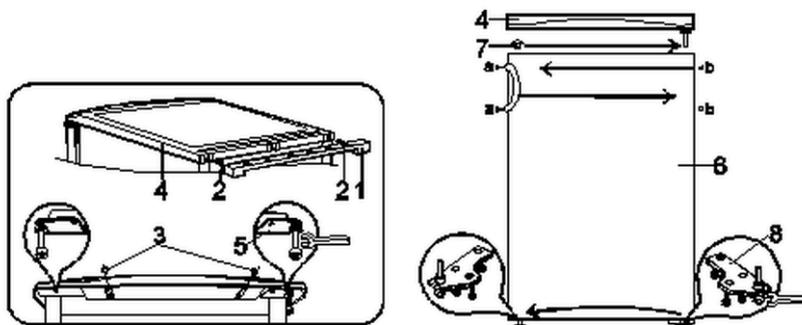

Рис. 5
1. Снять кронштейн (1, рис. 5) и выкрутить винты (2).
2. Выкрутить оба винта (3), удерживающие верхнюю пластину прибора.
3. Снять верхнюю пластину (4).
4. Снять кронштейн (5) вместе с опорным штифтом с установленными шайбами.
5. Выкрутить из кронштейна (5) опорный штифт с шайбами и снова вкрутить его в другое отверстие кронштейна (5).
6. Снять дверь (6) прибора.
7. Снять с двери закрывающую пробку (7) и протолкнуть ее в отверстие на противоположной стороне.
8. Снять нижний кронштейн (8) вместе с опорным штифтом с установленными шайбами. Выкрутить опорный штифт против часовой стрелки. Повернуть кронштейн (8) на 180° и снова вкрутить опорный штифт. Закрепить кронштейн на противоположной стороне.
9. Установить дверцу холодильного шкафа на опорный штифт кронштейна (8). Прикрутить кронштейн (5) вместе с опорным штифтом с установленными шайбами.
10. Установить верхнюю пластину (4).
11. Плотно затянуть винты (2) и (3).